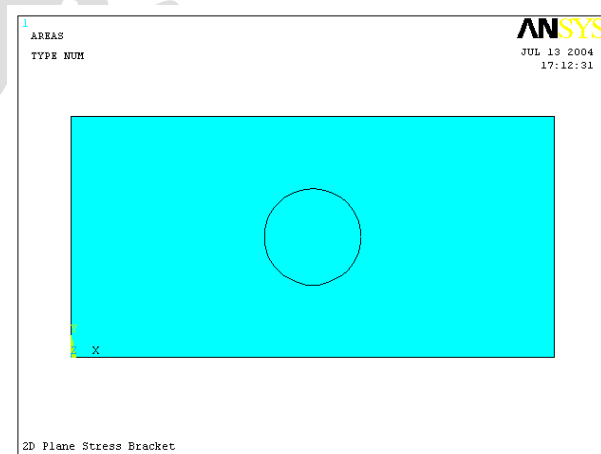

图1.32 几何图形示意
(4) 按上图所示填写相应数据,【WP X】中输入【100】,【WP Y】中输入【50】,并单击【OK】按钮。这样将绘制一个圆心位于矩形形心,半径为 20 的圆。此时的图形窗口如图 1.32 所示。